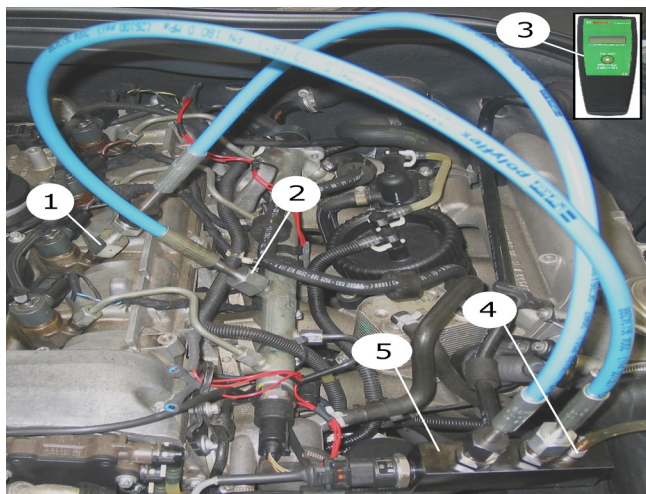

Abb. 16: Przykład podłączenia przy badaniu porównawczym czujnika ciśnienia szyny (silnik pracuje na wszystkich cylindrach)
Ze względów bezpieczeństwa w rejestratorze ciśnienia (rys. 16, poz. 5) wbudowany jest zawór ograniczający ciśnienie, który ogranicza ciśnienie do 180 MPa. Bezwzględnie podłączyć dołączony wąż do przyłącza (rys. 16, poz. 4) rejestratora ciśnienia i włożyć go do zbiornika nadającego się do oleju napędowego.
3. Podłączyć pierwszy wąż 180 MPa (rys. 16, poz. 2) z odpowiednim adapterem przyłączeniowym, kątownikiem, nakrętką i pierścieniem dociskowym (gwint lewoskrętny) do szyny i rejestratora ciśnienia (rys. 16, poz. 5).
4. Podłączyć drugi wąż 180 MPa (rys. 16, poz. 1) z odpowiednim adapterem przyłączeniowym, kątownikiem, nakrętką i pierścieniem dociskowym (gwint lewoskrętny) do wtryskiwacza i rejestratora ciśnienia (rys. 16, poz. 5).
6. Podłączyć przewód łączący do cyfrowego wskaźnika ciśnienia (rys. 16, poz. 3) i czujnika ciśnienia szyny modułu ciśnienia (rys. 16, poz. 5).